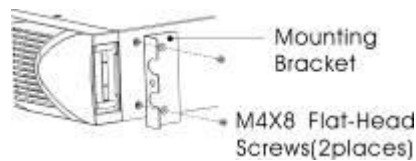

Рисунок 3 Установлення монтажних кронштейнів
- i) Вирівняйте монтажні кронштейни з отворами для гвинтів з кожної сторони ДБЖ та закріпіть за допомогою гвинтів з плоскою головкою, що входять до комплекту (див. Рисунок 3)